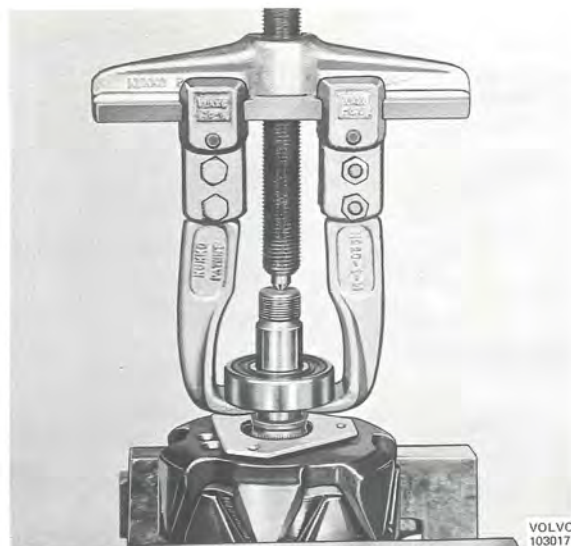

Bild 3-40. Demontering av lager
2. Drag av lagret med en kloavdragare, bild 3-40.